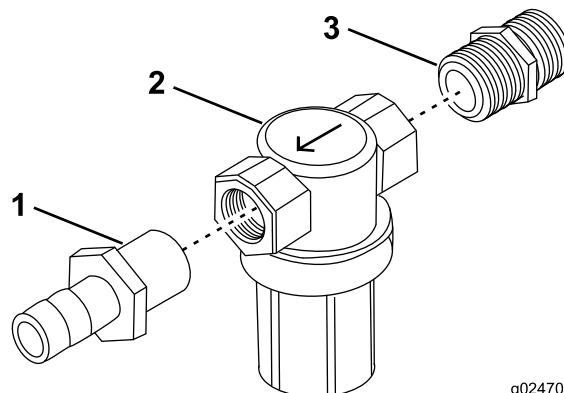

Figura 11
5. Montate il gruppo filtro di pressione (Figura 11).